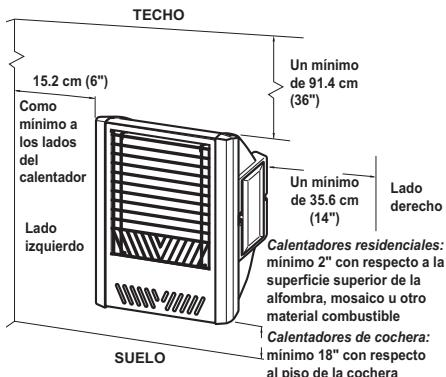

Figura 4 - Distancias mínimas de montaje vistas desde la parte anterior del calentador
**⚠ ADVERTENCIA:** mantenga las distancias mínimas que se muestran en la figura 4. Si puede, proporcione distancias mayores respecto al suelo, al techo y a las paredes adyacentes.
**ADVERTENCIA:** mantenga las distancias mínimas que se muestran en la figura 4. Si puede, proporcione distancias mayores respecto al suelo y a las paredes adyacentes.